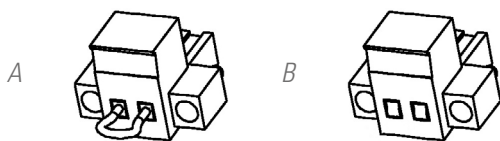

Fig. 4. Conector para el EPO externo.
5.3.2. Bornes para EPO (Emergency Power Output) ⑤.
- Bien al retirar el conector hembra del zócalo donde está insertado. Este conector lleva conectado un cable a modo de puente que cierra el circuito (ver Fig. 4-A).
- O al accionar el pulsador externo al equipo y de propiedad del usuario e instalado entre los terminales del conector (ver Fig. 4-B). La conexión en el pulsador deberá estar en